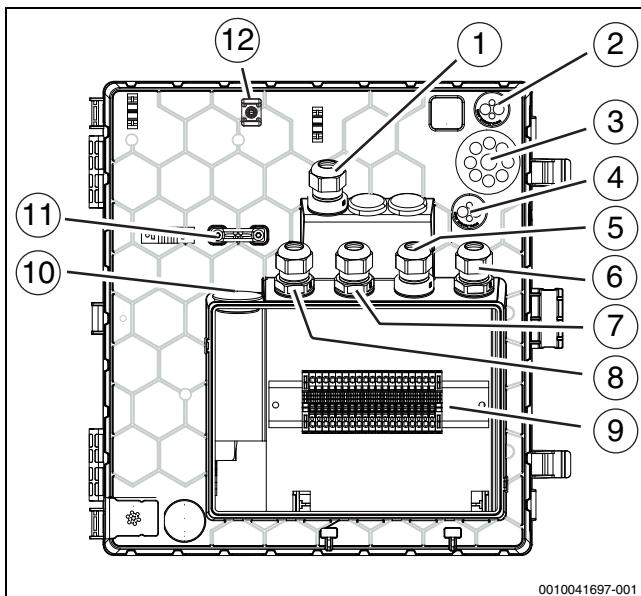

Bild 33 Kabeldurchführungen zum Klemmenkasten
3. Kabel in den Klemmenkästen führen (→ Abbildung 33).
Bei Kabeldurchführungen (→ Abbildung 33 [2], [3], [4], [10]) genügt ein kleiner Einstich in die Membran, dann können die Leitungen durchgeschoben werden.
- ▶ Nach dem Einführen der Kabel die Kabelverschraubungen festziehen (→ Abbildung 33 [1], [5], [6], [7], [8]).
- ▶ Die festgelegten Befestigungspunkte [12] für die Befestigung der durch die Einführungen geführten Kabel verwenden (→ Abbildung 33 [2], [3], [4]).